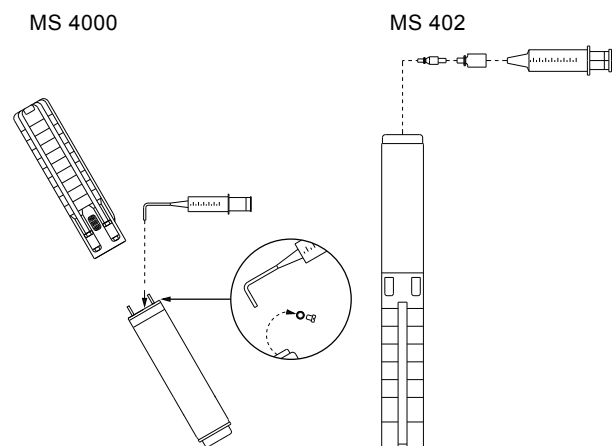

Рис. 2 Положение электродвигателя при заполнении - MS 4000 и MS 402
1. Расположите погружной насос, как показано на рис. 2. Заливочное отверстие должно быть в верхней точке двигателя.
3. С помощью специального шприца заливайте в электродвигатель охлаждающую жидкость, пока она не начнет вытекать через заливочное отверстие. См. рис. 2.